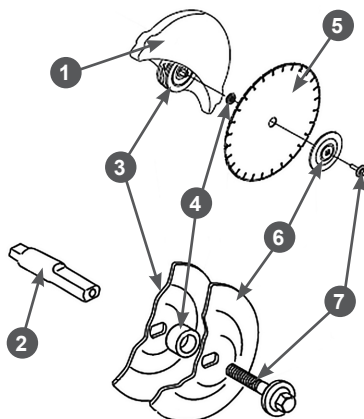
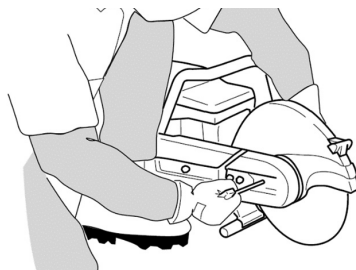

Рис. 4 Установка отрезного диска
Рис. 6 Блокировка вращения диска
2. Открутите болт 7 крепления, снимите прижимную шайбу 6 и переходник 4 (Рис. 4). Убедитесь, что переходник 4 на валу шпинделя 2 соответствует центральному отверстию отрезного диска 5 (Рис. 4).
4. Установите отрезной диск. Для этого поместите диск 5 на переходник 4 между внутренней шайбой 3 и прижимной шайбой 6 (Рис. 4). Установите болт крепления 7 (Рис. 4) отрезного диска, не затягивая его. Заблокируйте вращение диска. Вставьте стопор в отверстие режущего узла и поверните диск, пока он не зафиксируется (Рис. 6).